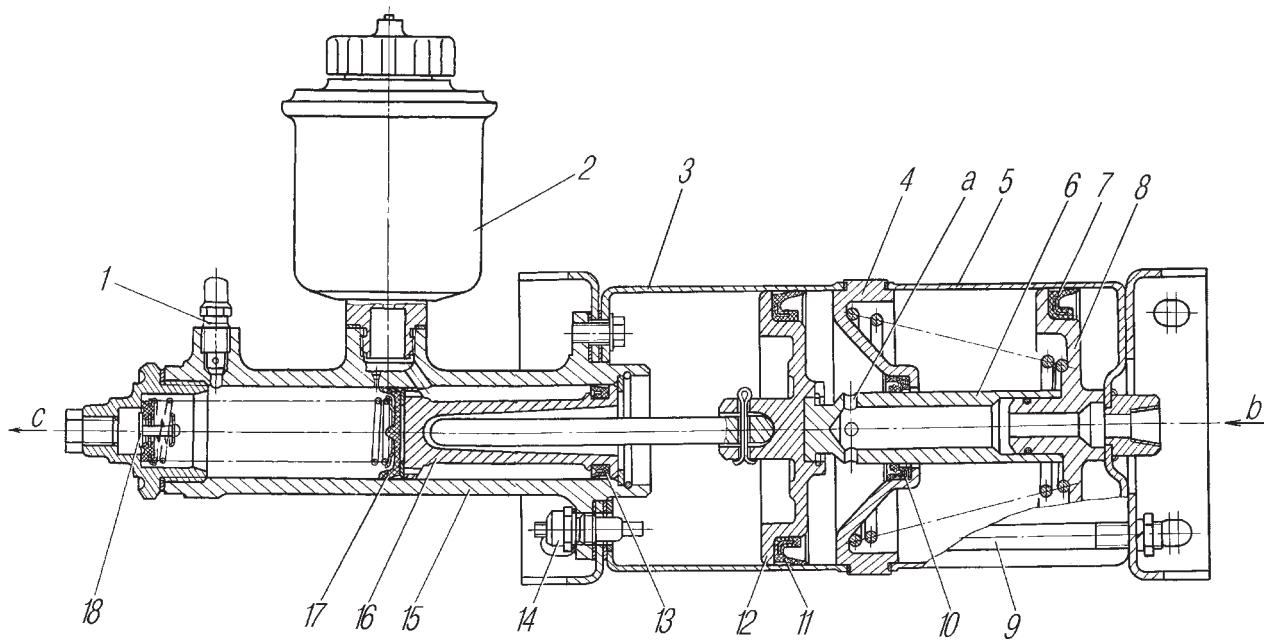

Рис. 71. Усилитель пневматический с главным тормозным цилиндром:
**Пневматические усилители тормозов** с главными тормозными цилиндрами установлены под кабиной: первый — на левом лонжероне, второй — на кронштейне топливного бака. При нажатии на тормозную педаль открывается клапан в тормозном кране, и воздух поступает по трубопроводу под поршни 8 и 12 (рис. 71) пневматического усилителя.